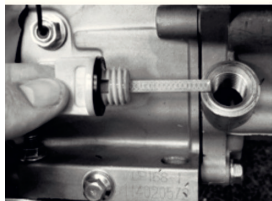

Рис. 8
2. Выкрутите пробку маслосливной горловины (рис. 8)